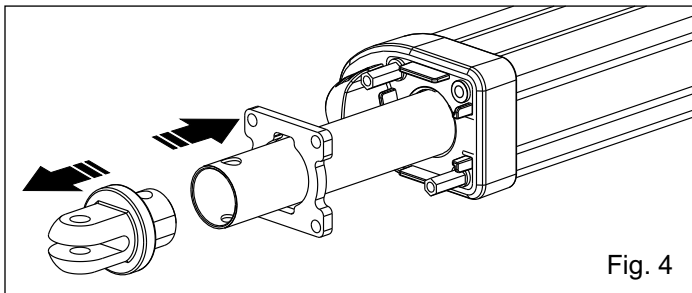

Fig. 4
4. Die Frontgabel herausziehen und die gelochte Platte in den Schaft wie in Abb. 4 einführen.